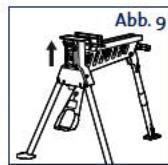
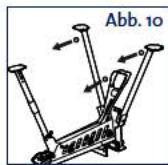

Abb. 9
Abb. 10
1. Vergewissern Sie sich, dass der Arretierungs-/Entsperrschatzter (14) auf „entsperren“ steht. Siehe Abb. 9.
2. Drehen Sie die CrocLock™ um. Lösen Sie die Arretierung der vorderen Standbeine (8) und klappen Sie sie in Ruhestellung.
3. Lösen Sie das Fußpedal, indem Sie seine Arretierung (6) lösen. Klappen Sie das Fußpedal in Ruhestellung. Siehe Abb. 10.